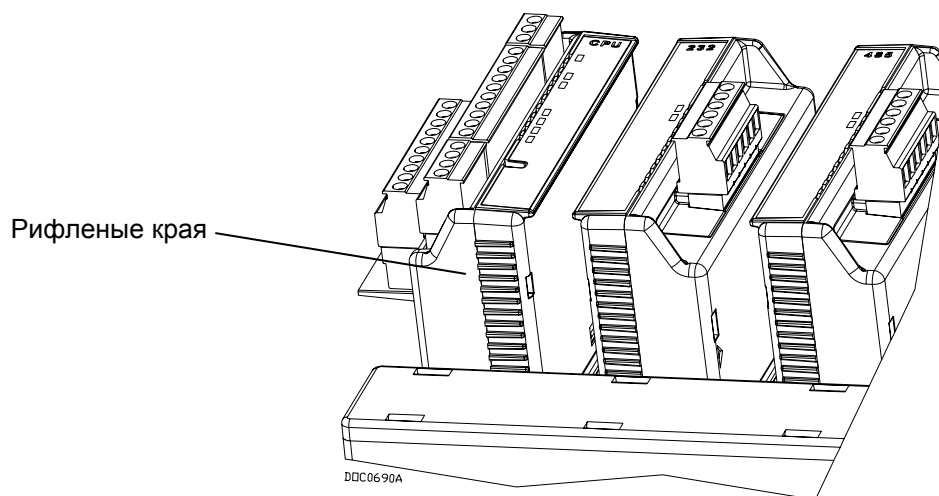

Рис. 2-7. Рифленые края на модуле CPU
4. Захватите модуль CPU за рифленые края с обеих сторон и потяните его осторожно (см. Рис. 2-7). Слегка сдвиньте крышку вперед, чтобы освободить фиксатор модуля.